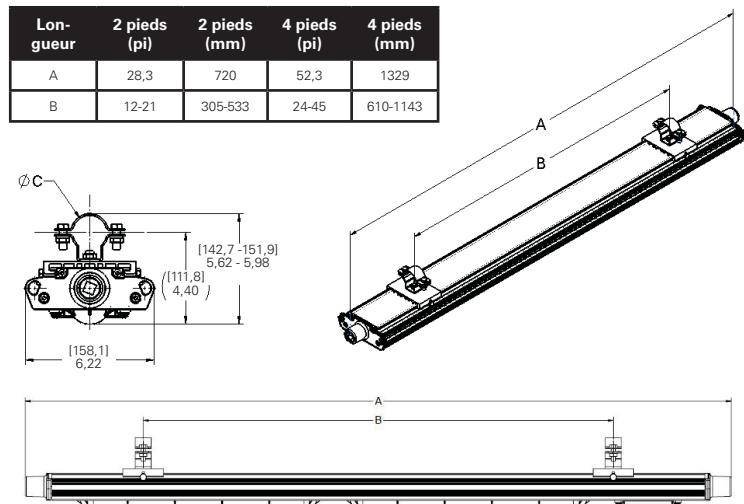
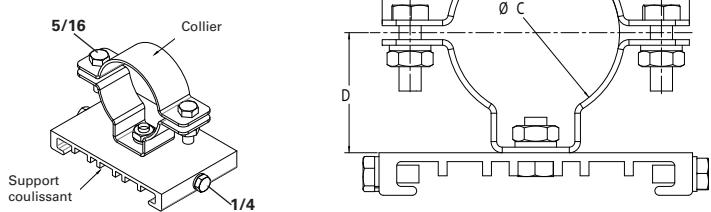

Figure 8. TROSSE Montage sur mât
Figure 9. TROSSE Détails du montage sur mât
- Avant l'installation, s'assurer que le diamètre intérieur du collier est compatible avec le diamètre du mât. Les colliers sont disponibles dans les tailles 42 mm (1,65 po), 51 mm (2,00 po) et 60 mm (2,36 po). Les supports de montage sur mât doivent être espacés correctement; il est recommandé de les séparer d'au moins 12 po (305mm) (voir figure 8).
- Faire glisser les deux (2) supports de montage sur mât sur le luminaire de manière à engager les brides.
- Serrer à fond les vis de pression de 1/4 po sur chaque support coulissant (voir la figure 9). Visser au couple de 78 po-lb (8,8 N.m).
- Retirer les deux (2) vis de 5/16 po, les rondelles de verrouillage et les écrous de chaque collier et retirer les moitiés supérieures des colliers.
- Installer sur chaque collier les deux (2) moitiés supérieures des colliers et les vis de 5/16 po, les rondelles de verrouillage et les écrous.